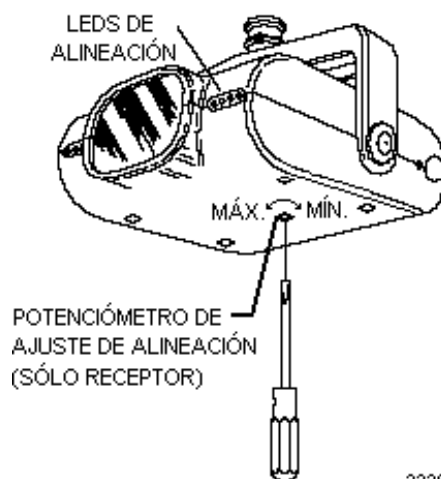

Figura 17. Potenciómetro de Ajuste de Alineación (únicamente receptor)
- 6) Utilice un destornillador pequeño para asegurarse que el potenciómetro de ajuste del receptor está totalmente girado en sentido contrario a las agujas del reloj (ver Figura 17) según se mira desde la parte inferior (ganancia máxima). El potenciómetro de ajuste de la alineación únicamente cambia la ganancia del amplificador para compensar la distancia entre el receptor y transmisor y no tiene ningún efecto sobre la sensibilidad del detector.